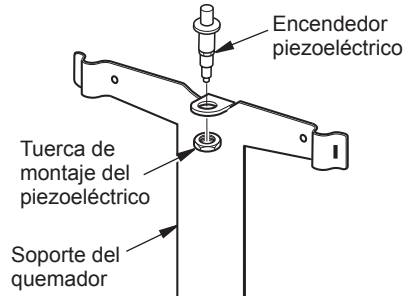

Figura 1 - Instalación del encendedor piezoeléctrico
2. Inserte el encendedor piezoeléctrico en el soporte del quemador como se muestra en la figura 1. Apriete la tuerca de montaje del elemento piezoeléctrico. No apriete la tuerca demasiado.